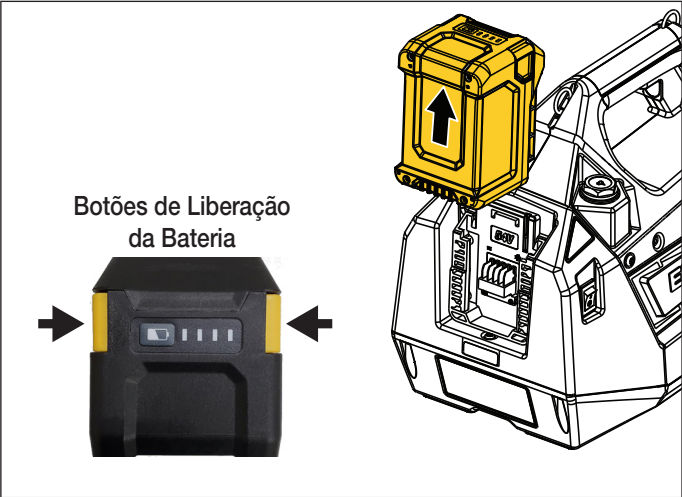

Figura 8: Bateria - Remover
- **Para remover a bateria da bomba:** Pressione e segure os botões de liberação localizados em cada lado da bateria. Em seguida, deslize a bateria para cima e remova-a da bomba. Veja Figura 8.